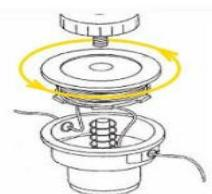

Рисунок 3
- намотайте жилку на шпулю у напрямку, зазначеному стрілкою (рисунок 3), спідкуючі за тим, щоб кожен відрізок жилки знаходився у своєму відділенні;